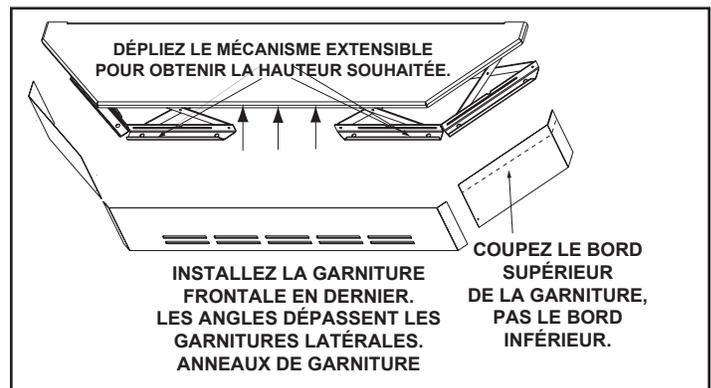

Figure 22.2
3. Mesurez les garnitures frontales et latérales de façon à ce qu'elles soient suffisamment hautes pour recouvrir les mécanismes extensibles et faites une marque au crayon avant de les couper. Coupez la garniture en trop sur le bord supérieur, pas le bord inférieur. Le bord est tranchant. Portez des gants pour éviter de vous blesser. Le bord coupé se glisse sous la lèvre de la garniture supérieure, afin de compenser les irrégularités de votre découpe. Figure 22.2.